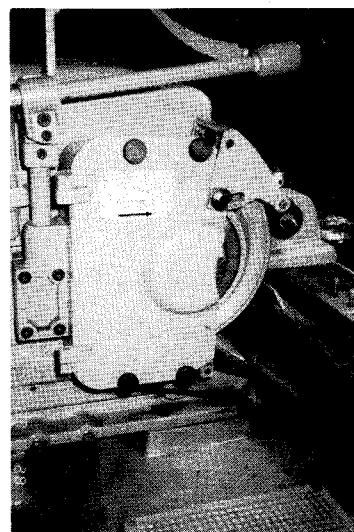

図1-21
(4) 保護覆いを取りつける。
- ① 砥石と保護覆いの間に適当なすきまがあるかどうかを確認し、保護覆いを取り付ける(図1-21)。